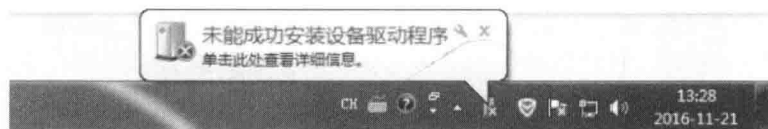

图 1-6 驱动安装未成功显示
**步骤 1:** 将 Arduino 和计算机用 USB 连接，如果是第一次连接，计算机操作系统会自动搜索驱动，若用户跳过驱动搜索步骤，则计算机操作系统右下角工具栏会提示驱动程序安装失败（见图 1-6）。